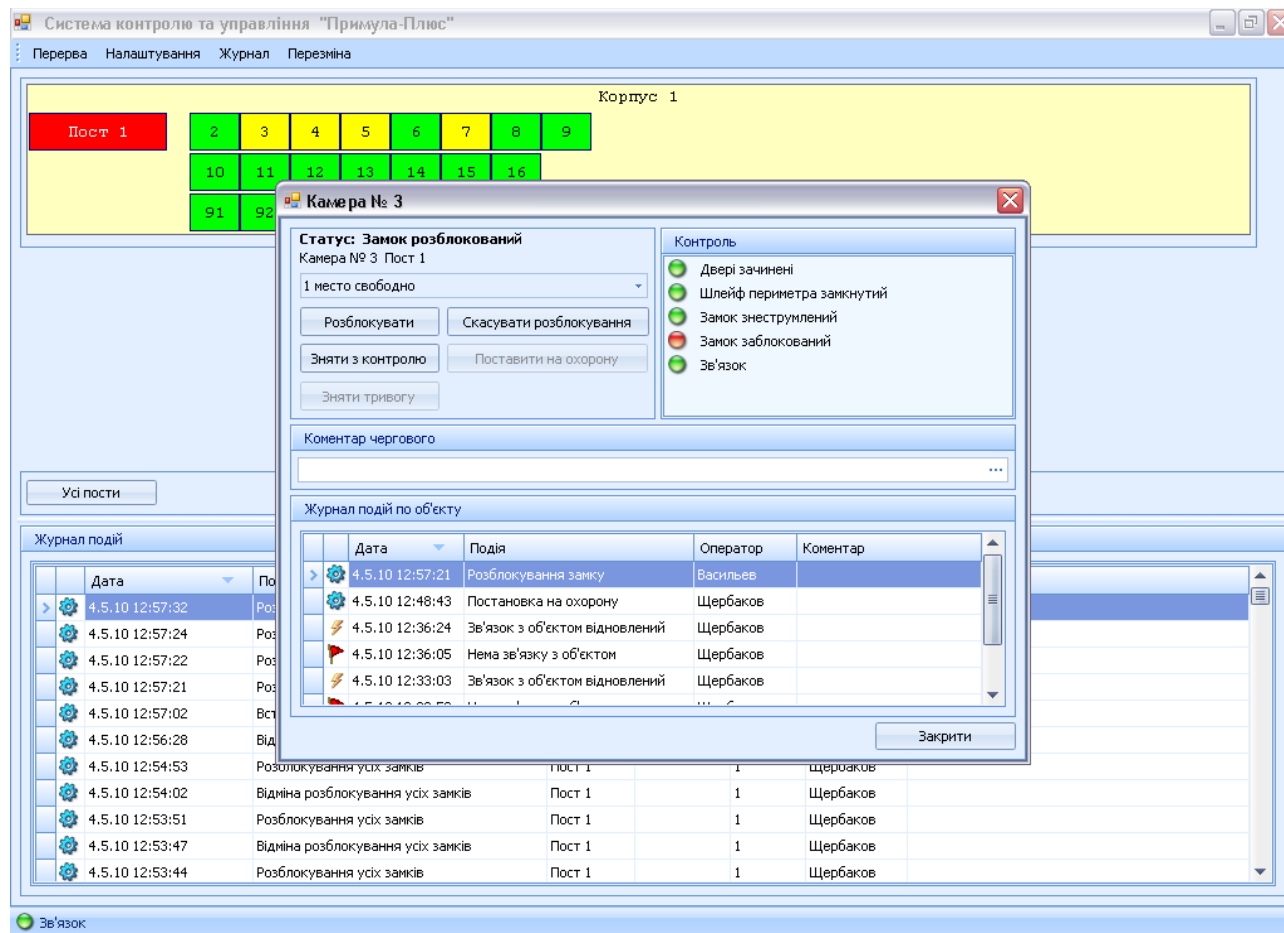

Рисунок 26: ПДО при включеному режимі 2
7.14.2. При нажатии на клавишу любой двери ее индикатор начинает светиться зеленым цветом. Это обозначает, что данный замок разблокирован. На соответствующем УУЗ загорится индикатор «Готов». ПДО в этом режиме приведен на рис. 26.